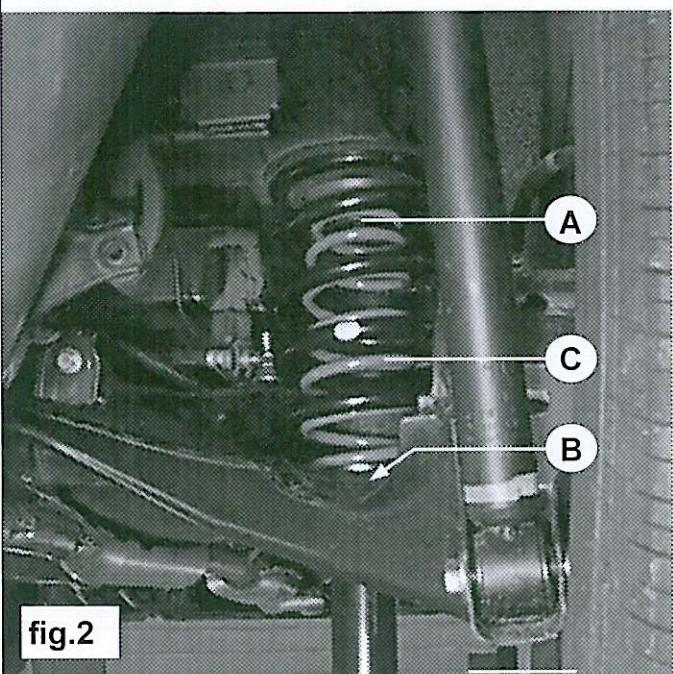

fig.2
- Släpp ner bilen på hjulen och förvissa dig om att fjädersäte **A** är placerat i hålet på karossen. Se fig.2.
- Baje el coche, procure que el plato de muelle **A** en su parte superior se encuentre bien centrado en el agujero de la carrocería. Ver fig.2.